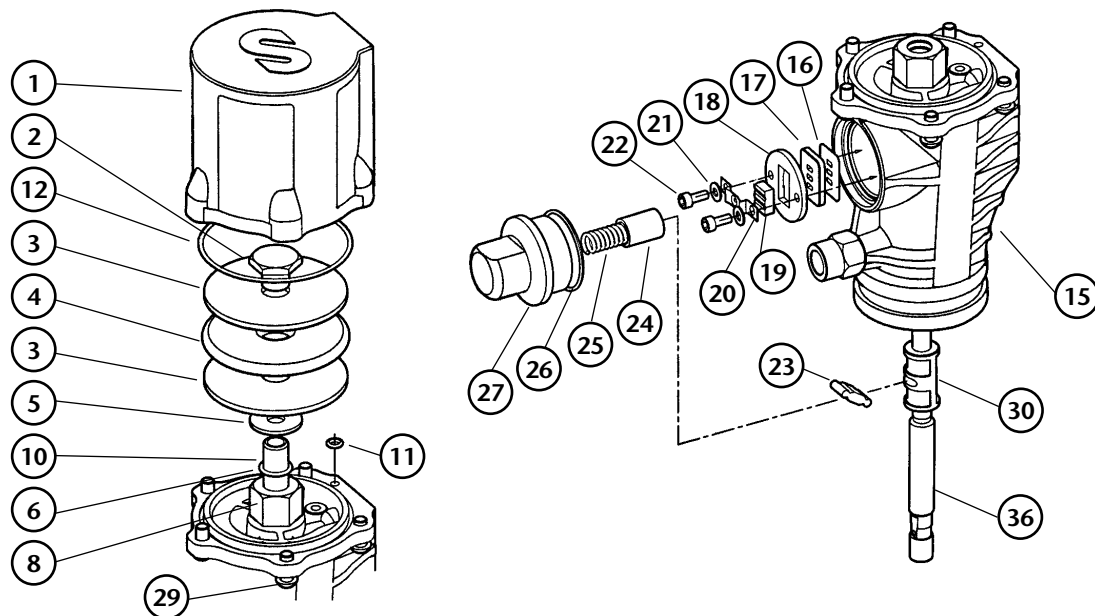

Fig. 14
1. Fix the air motor body (15) in a suitable way and loosen the five screws (29) to remove the air motor dolly (1) (fig. 14).
2. Introduce an open end wrench in the milling of the lower part of the air piston (36). With another wrench unscrew the air piston nut (2) and remove the parts (2), (3), (4) and (5).
3. Pull the air piston rod (36) downwards until it is completely outside the motor body (15).
4. Unscrew the spring nut (27) from the motor body (15) and remove the parts (27), (26), (25), (24) and (23).
5. Unscrew the screws (22) and remove the parts (21), (20), (19), (18), (17) y (16).
1. Fijar el cuerpo motor (15) adecuadamente y soltar los cinco tornillos (29) para retirar la cazoleta (1) (fig. 14).
2. Introducir una llave plana (tamaño 8) en el fresado de la parte inferior del eje pistón aire (36). Con una llave plana desenroscar la tuerca pistón aire (2). Retirar entonces las piezas (2), (3), (4) y (5).
3. Tirar hacia abajo del eje pistón aire (36) hasta extraerlo por completo del cuerpo motor (15).
4. Desenroscar la tuerca fijación muelle (27) del cuerpo motor aire (15), y extraer las piezas (27), (26), (25), (24) y (23).
5. Quitar los tornillos (22) y las arandelas (21) y extraer las piezas (20), (19), (18), (17) y (16).
1. Tenir correctement le corps du moteur (15) de la pompe et retirer les cinq vis (29) pour séparer le capot du moteur d'air (1) (fig. 14).
2. Introduire une clé plate (taille 8) dans le fraisage de la partie inférieure de l'axe du piston d'air (36). Desserrer l'écrou du piston d'air (2) à l'aide d'une clé plate et sortir les pièces (2), (3), (4) et (5).
3. Tirer le piston d'air (36) vers le bas et extraire totalement le corps de la pompe (15).
4. Desserrer l'écrou de fixation du ressort (27) du corps du moteur d'air (15) et sortir les pièces (27), (26), (25), (24) et (23).
5. Retirer les vis (22) ainsi que les rondelles (21) et sortir les pièces (20), (19), (18), (17) et (16).
1. Körper des Druckluft-Motors (15) gut fixieren und die 5 Schrauben (29) lösen, um die Schutz-kappe (1) zu entfernen (Bild 14).
2. Kolben (36) mit einem Schraubenschlüssel an der Fräsung unten fixieren. Mit einem anderen Schraubenschlüssel die Mutter (2) lösen und die Teile (2, 3, 4 und 5) entfernen.
3. Kolbenstange (36) vollständig nach unten aus dem Motor (15) ziehen.
4. Mutter (27) vom Motorkörper (15) lösen und die Teile (27, 26, 25, 24 und 23) entfernen.
5. Dann die beiden Schrauben (22) lösen und die Teile (21, 20, 19, 18, 17 und 16) entfernen.